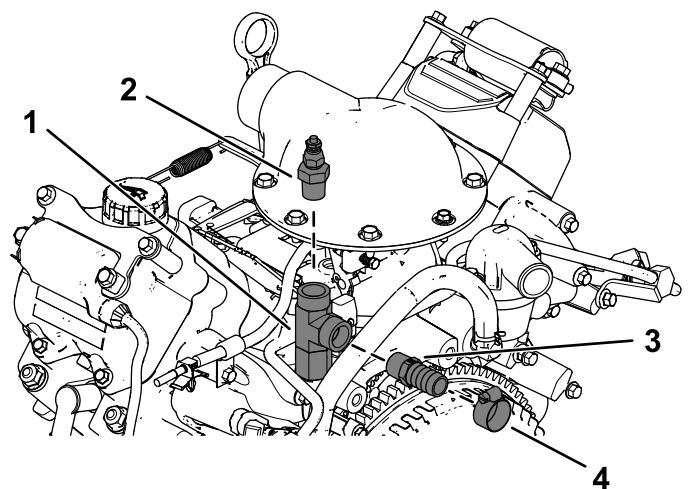

図 9
3. ホースクランプを使って、温度スイッチとホース 3/8"とアダプタフィッティング 5/8"を図 9のように取り付ける。